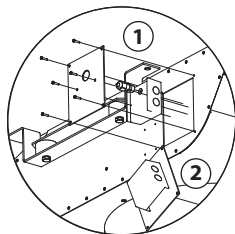

Abb. 5. Zugang zum Anschlusskasten
- Die vier Schrauben am Deckel (1, Abb. 5) sind abzuschrauben.
- Die Abdeckung (2, Abb. 5) muss abgenommen, umgedreht und fixiert werden. Halten Sie Anschlusskasten und Deckel zusammen.
Anschlussklemmenkasten zu vereinfachen (Abb. 5).
und installieren und den Deckel anbringen (Abb. 5).